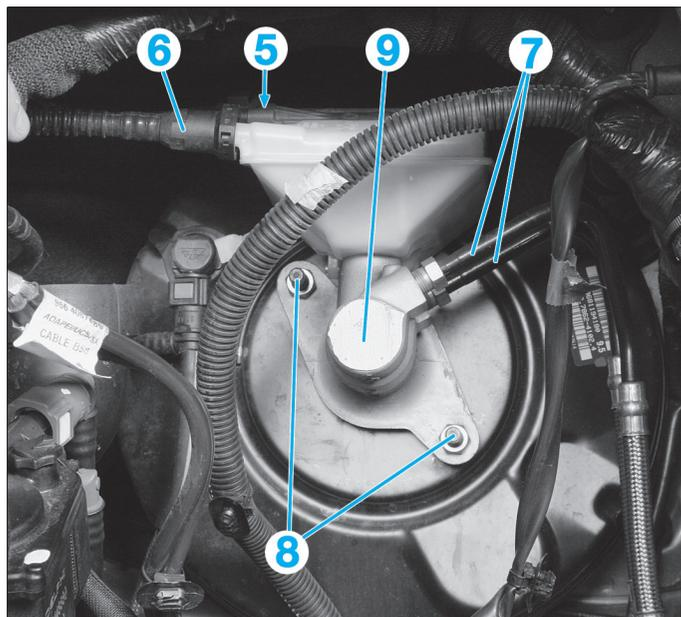

Fig. 27
- Débrancher la sonde (5) de niveau du réservoir de liquide de frein (Fig.27).
- Débrancher la canalisation (6) du réservoir supérieur (prévoir l'écoulement du liquide de frein).
- Débrancher les tuyaux (7) de frein du maître-cylindre (prévoir également l'écoulement du liquide de frein).
- les 2 écrous (8) de fixation du maître cylindre (9),